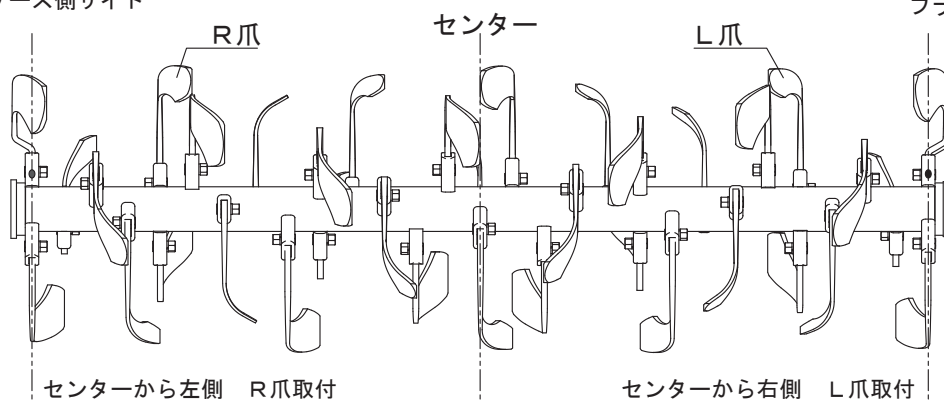

図4 内盛耕全体図（センターから左側にR爪、センターから右側にL爪を組付）
(2) 右側のフランジ (図4)
機体後方から見たとき、センターより左側（チェーンケース側）にはすべて R 爪を、センターより右側（ブラケット側）にはすべて L 爪を取付けます。(図 4)